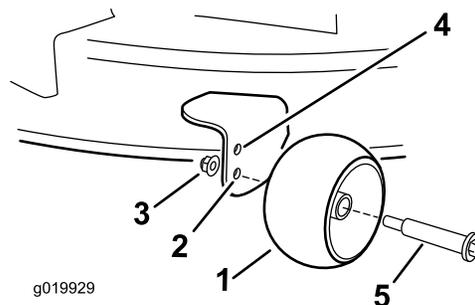

Рисунок 29
- Верхнее отверстие — используйте это положение, когда высота скашивания деки газонокосилки установлена в положение 63 мм и ниже (Рисунок 29).
- Нижнее отверстие — используйте это положение, когда высота скашивания деки газонокосилки установлена в положение 76 мм и выше (Рисунок 29).